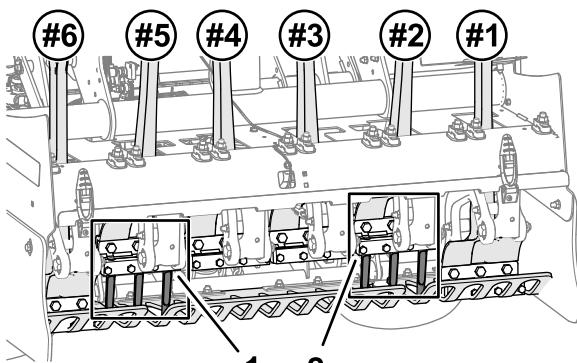
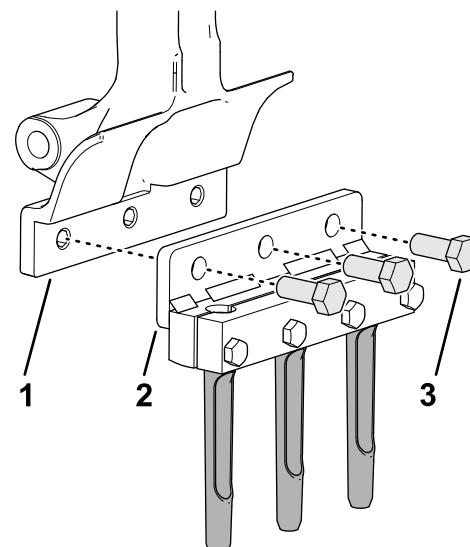

Figura 42
Figura 43
1. Monte provisionalmente el portataladros y los taladros al brazo de taladros n.º 2 (Figura 42 y Figura 43) con 3 pernos ($\frac{1}{2}$ " x 1¼").